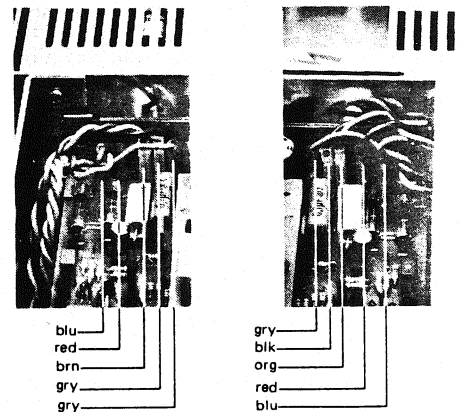

Fig. 2.6
### 2.7 Démontage du système de refroidissement et du POWER AMPLIFIER PCB 1.725.800 (fig. 2.6 et 2.7)
- Retirer cinq connecteurs plats de chaque côté du circuit imprimé POWER AMPLIFIER PCB 1.725.800 (fig. 2.6).